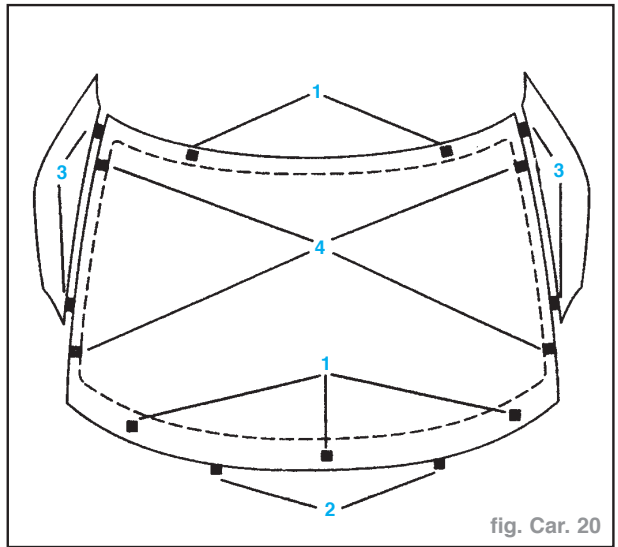

fig. Car. 20
- Coller les cales d'enfoncement sur la baie (fig. Car. 20).